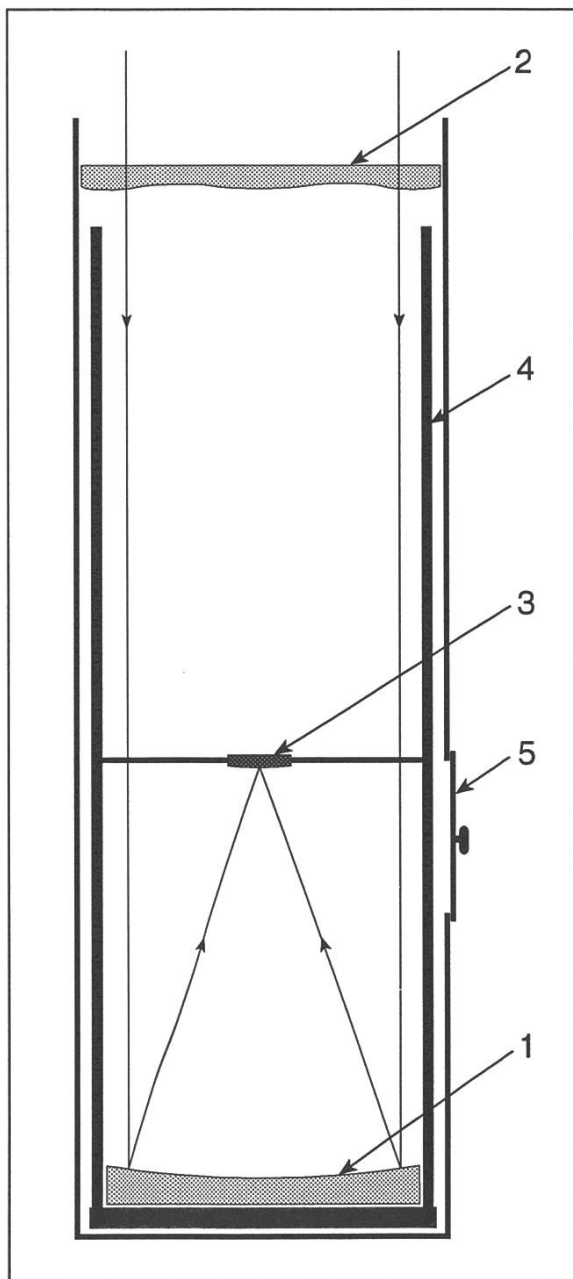

Abb. 2: Aufbau der Schmidt-Kamera.
Den Aufbau der von mir verwendeten 8"-Schmidt-Kamera von Celestron zeigt Abbildung 2. Im etwa 80 cm langen Tubus mit 24 cm Durchmesser ist hinten der kugelförmige Hohlspiegel (1) von 20 cm Durchmesser befestigt. Vorn ist das Rohr durch die (stark überhöht gezeichnete) Korrektionsplatte (2) abgeschlossen. In der Mitte ist die Halterung (3) der Filmkassette (Abb. 3)